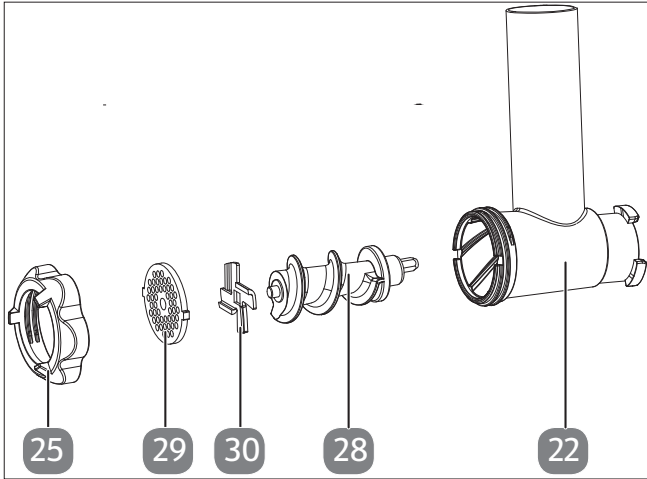

Fig. 17 – Accesorios para picar
1. Coloque la cuchilla en cruz en el transportador sinfín con el borde afilado hacia el exterior en dirección al eje y, a continuación, coloque el disco de cuchilla perforado según la secuencia indicada (véase Fig. 17).